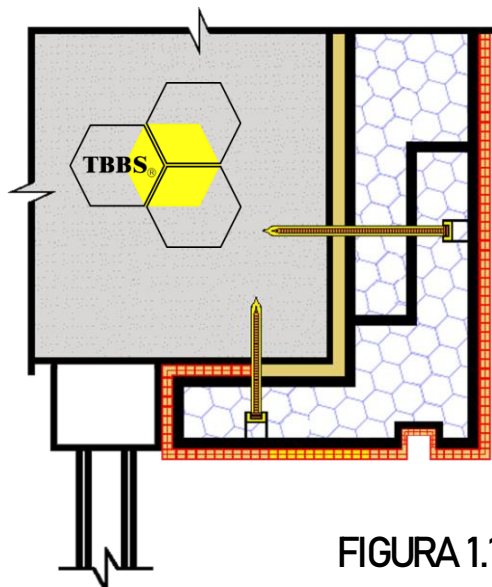

FIGURA 1.16
- El esquinero dintel con cortagotera será adherido a la parte superior del vano mediante fijaciones mecánicas combinadas con un mortero de adhesión. (FIGURA 1.16)
- Las fijaciones mecánicas quedarán embutidas en el aislamiento y cubiertas con un tapón del mismo material. Las fijaciones mecánicas podrán ser de percusión o atornilladas. (FIGURA 1.16)